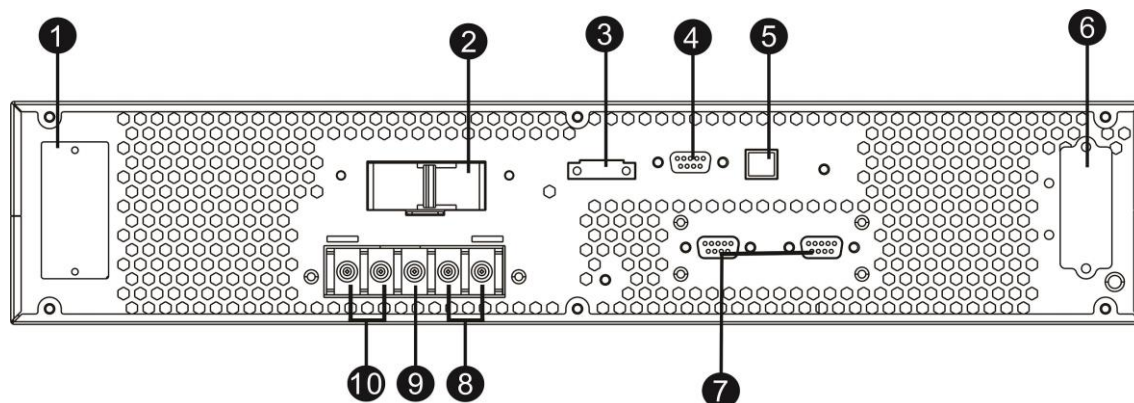
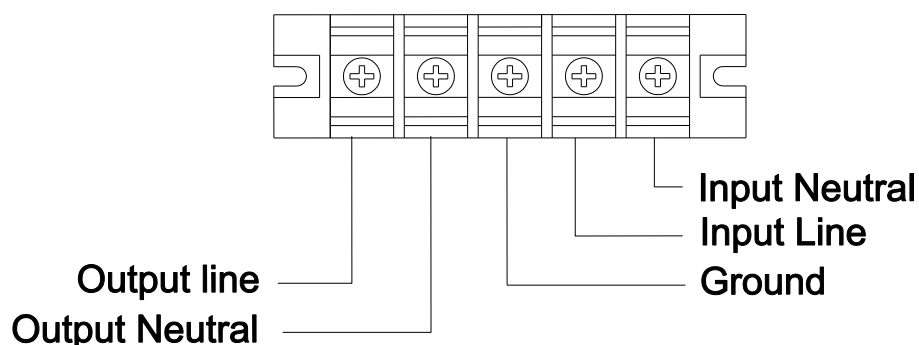

Figura 4 - Vista Retro EVO DSP PLUS 6.0 RM - EVO DSP PLUS 10.0 RM
Figura 5 - Morsettiera d'Ingresso/Uscita
1. L'interruttore Ingresso Rete dell'unità UPS sia "OFF" (vedi figura 4).
2. L'interruttore Batterie dell'unità Box Batterie sul retro sia "OFF" (vedi figura 4).
1. Togliere il **pannello metallico di accesso alla morsettiera d'Ingresso/Uscita**, posto in basso sul retro (vedi figura 4). La morsettiera d'Ingresso/Uscita è illustrata in figura 5. Tutti i cavi che verranno collegati alla morsettiera devono arrivare alla morsettiera entrando dagli appositi fori sul pannello metallico.
2. Procedere al collegamento della **linea d'Ingresso (FASE, NEUTRO e TERRA)** facendo attenzione alla corretta polarità e alla corrispondenza con le sigle dei morsetti riportate in figura 5, come spiegato sotto:
- ▶ Rimuovere il coperchio metallico del connettore Batterie dell'unità UPS (#9, figura 4).
- ▶ Rimuovere il coperchio metallico del connettore Batterie dell'unità Box Batterie (#15 o #16, figura 4).
- ▶ Collegare la presa d'Ingresso rete dell'unità Box Batterie (#13, figura 4) alla linea elettrica, per permettere la ricarica delle batterie interne al box.
1. Installare e cablare gli UPS secondo la **Figura 5**.
1. Portare l'interruttore Batterie dell'unità Box Batterie in posizione "ON" (vedere figura 4).
2. Controllare che l'interruttore Ingresso Rete dell'unità UPS sia in posizione "OFF" (vedere figura 4).